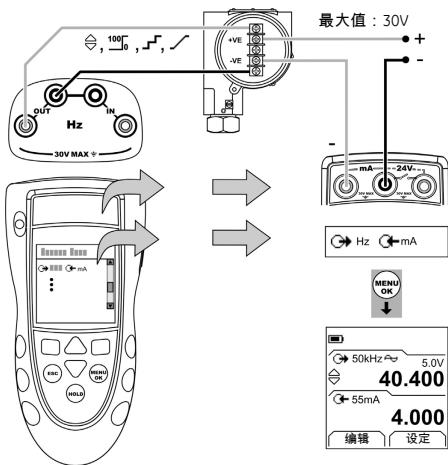

图 3：配置示例 - 带外部回路电源的变送器校验
1. 连接仪器（图 3/4），如有必要，调整设置（表 1）。